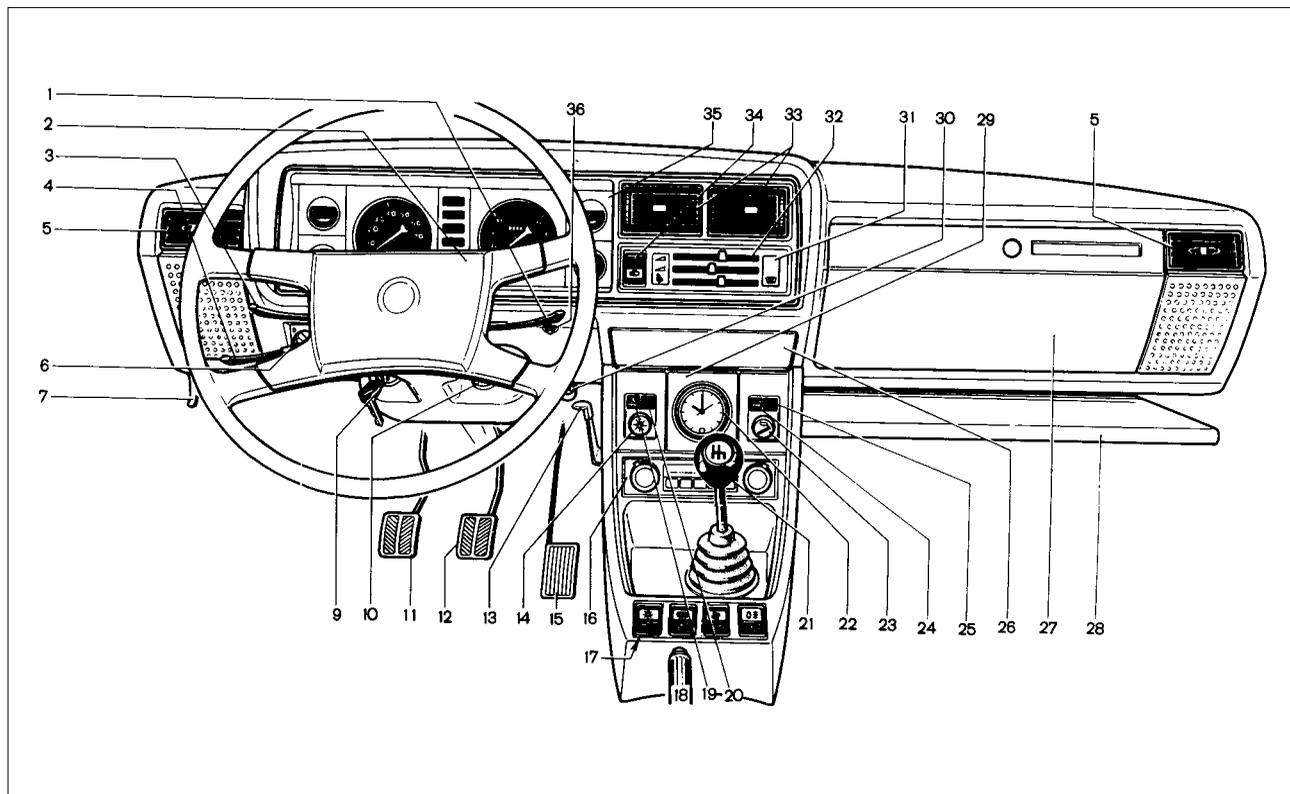

Рис. 20. Панель приборов
- В варианном исполнении на автомобиль может быть установлена панель приборов, показанная на рис. 20.